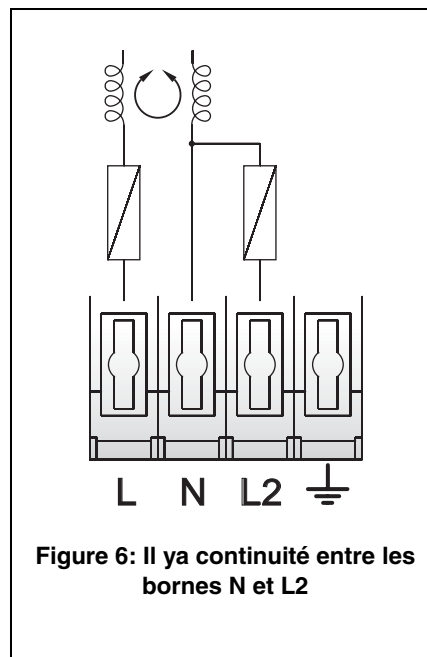

Figure 6: Il ya continuité entre les bornes N et L2
- Si vous utilisez un **système monophasé**, connectez le fil de neutre à la borne marquée **N** et connectez le fil de phase à la borne marquée **L**. **Important! Ne connectez pas le fil de phase à la borne L2 car il y a continuité directe avec la borne de neutre N (voir Figure 6).**